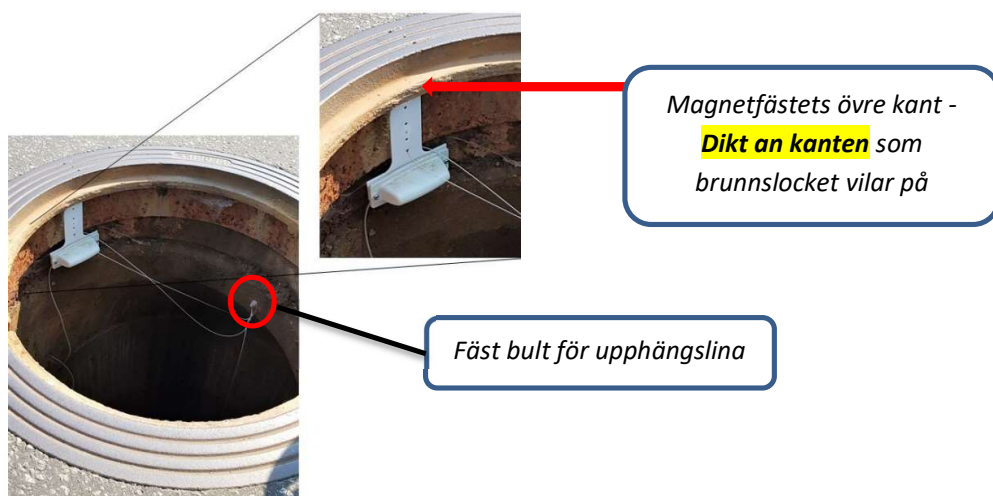

Fig 2. Monterad och säkrad antenn
- Fäst antennen med magneterna i metallringen så att **magnetfästets övre kant ligger dikt an kanten som brunnslöcket vilar på**. Antennen monteras vågrät med magnetfäste uppåt. Se fig2. Sätt fast säkerhetslinan till antenn i fästeanordningen.